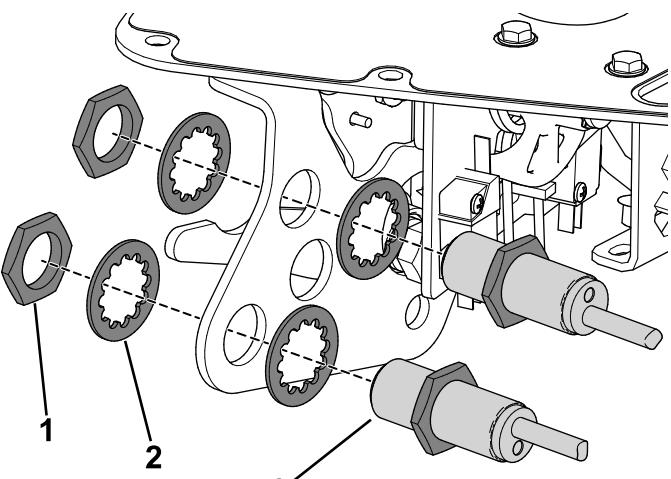

**Рисунок 6**
4. Отсоедините трос фиксации нейтрального положения от соединителя шарового шарнира на штоке привода в сборе (Рисунок 6).